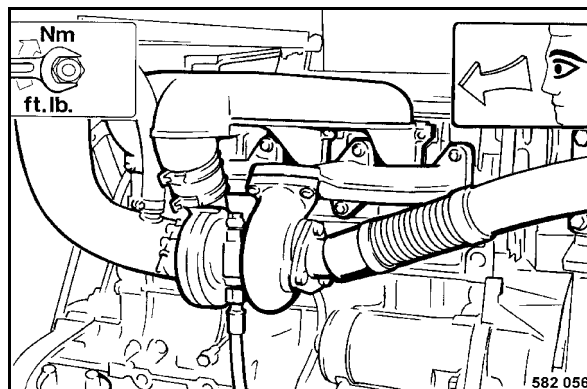

Fig. 169
- Vérifier le serrage correct des vis de fixation des tubulures d'admission et d'échappement (Fig. 169) aux têtes de culasse.